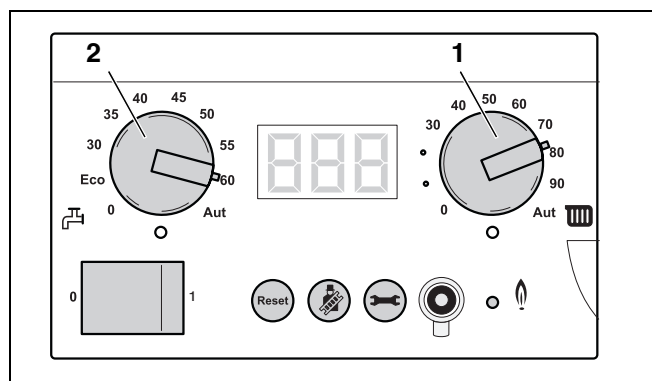

Рис. 125 BC10
- Установить ручку задания максимальной температуры котловой воды (рис. 125, **поз. 1**) и ручку управления для заданного значения горячей воды (рис. 125, **поз. 2**) на максимальную температуру.
- Установить ручку задания максимальной температуры котловой воды (рис. 125, **поз. 1**) и ручку установки заданной температуры горячей воды (рис. 125, **поз. 2**) на желаемую температуру.